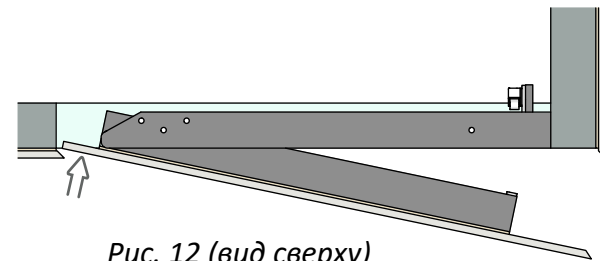

Рис. 12 (вид сверху)
7) После полного высыхания клея, люк можно открыть нажав на плитку со стороны петель (Рис.12). В случае, если Вы плитку выпустили в нахлест на стену, то такой способ открывания является основным. То есть, замок в таком случае не используется, его заменит стопорный уголок с закрепленным к нему магнитом. Замок можно снять.